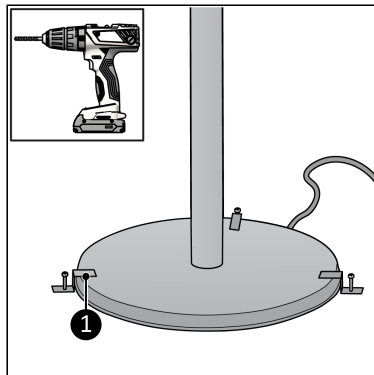

Figure 52.
3. Placez les trois brides de fixation (Figure 52, pos. 1) sur le socle et sur les trous correspondants.